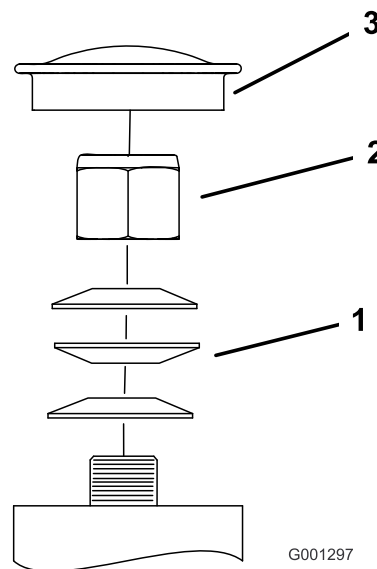

Figure 71
3. Retirez le capuchon antipoussière de la roue pivotante et serrez le contre-écrou (Figure 71).
4. Continuez de le serrer jusqu'à ce que les rondelles élastiques soient aplaties, puis desserrez-le de $\frac{1}{4}$ de tour pour obtenir la précharge correcte des roulements (Figure 71).
Important: Veillez à placer les rondelles élastiques comme montré à la Figure 71.
5. Remettez le capuchon antipoussière en place (Figure 71).